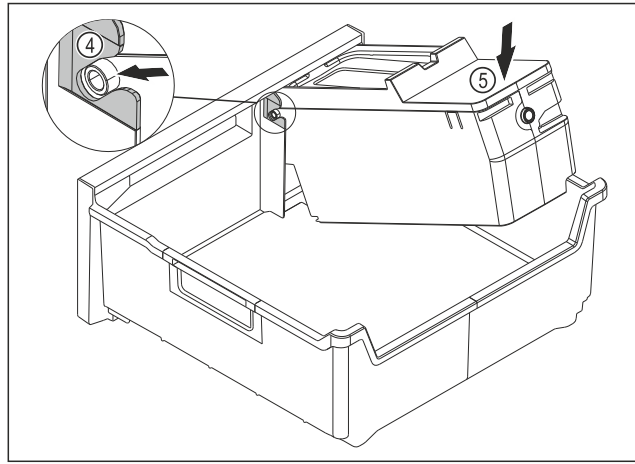

Fig. 122
- ▶ EasyTwist-Ice-Korpus montieren: Achsen des EasyTwist-Ice-Korpus in die Führungen Fig. 122 (4) einschieben.
- ▶ EasyTwist-Ice-Korpus Fig. 122 (5) hinten nach unten drücken.